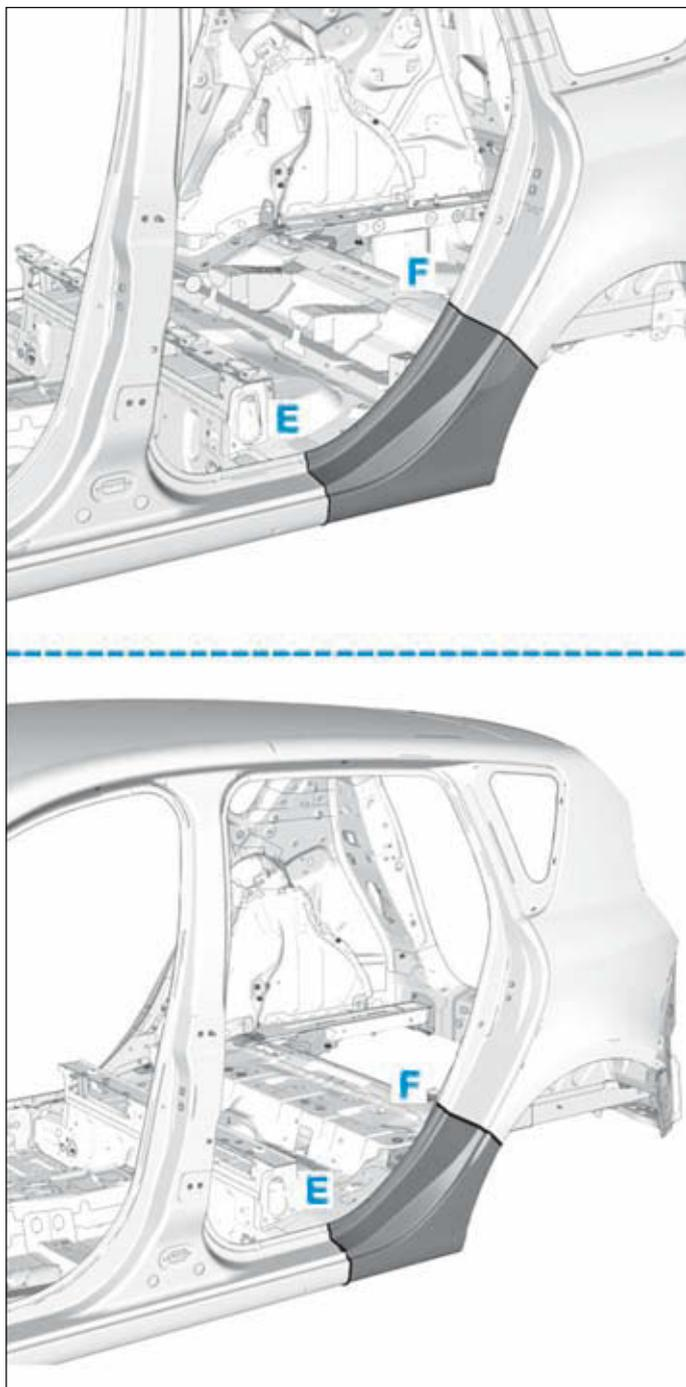

FIG.45
- Respecter les lignes de coupe (E) et (F) (Fig.45).